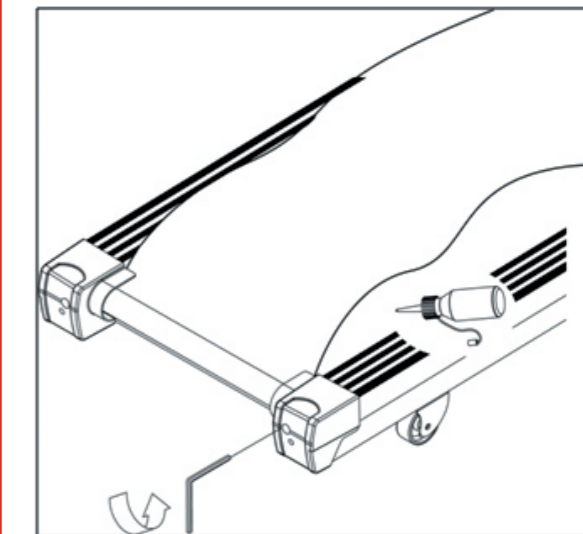

FIG. 18
- I diagrammi nella pagina seguente (Fig. 18) mostra il profilo dei programmi di allenamento preimpostati, illustrando lo sviluppo nel tempo in funzione alla velocità del tappeto, alla sua inclinazione e al livello di difficoltà scelto.
- ▶ Sollevare il bordo del nastro dal lato sinistro (Fig. 18).